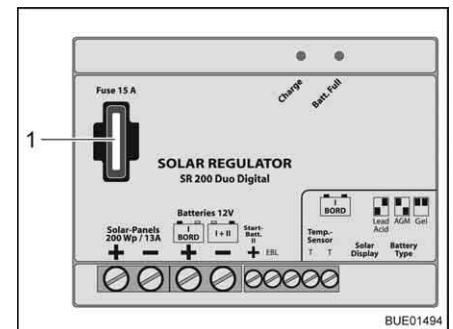

Bild 171 Sicherung Solar-Laderegler 200 W
- Flachsicherung 15 A/blau (Bild 171,1) wechseln.